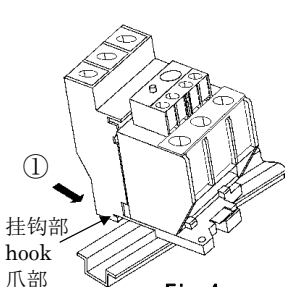
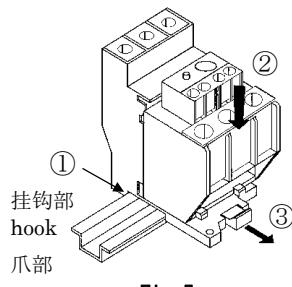

Fig. 4
Fig. 5
- (1) 导轨安装 (Fig.4, Fig.5)
- 安装时请把电源侧的单独安装单元的挂钩部挂上导轨后, 沿②的方向插入。
- 拆卸时, 将滑块③拉出的同时即可拆下。
- (2) 螺钉安装
- (1) Rail mounting (Fig.4, Fig.5)
- Hang the power-supply-side hook ① of the separate mounting unit on the rail, and push to the direction ② to fit it on the rail.
- For removal, operate while pulling out the slider ③.
- (2) Screw mounting
- (1) レール取付け (Fig.4, Fig.5)
- 取付けは電源側の単独設置ユニット爪部①をレールに引掛けた後、②方向に押し込んでください。
- 取外しはスライダー③を引出しながら行ってください。
- (2) ねじ取付け